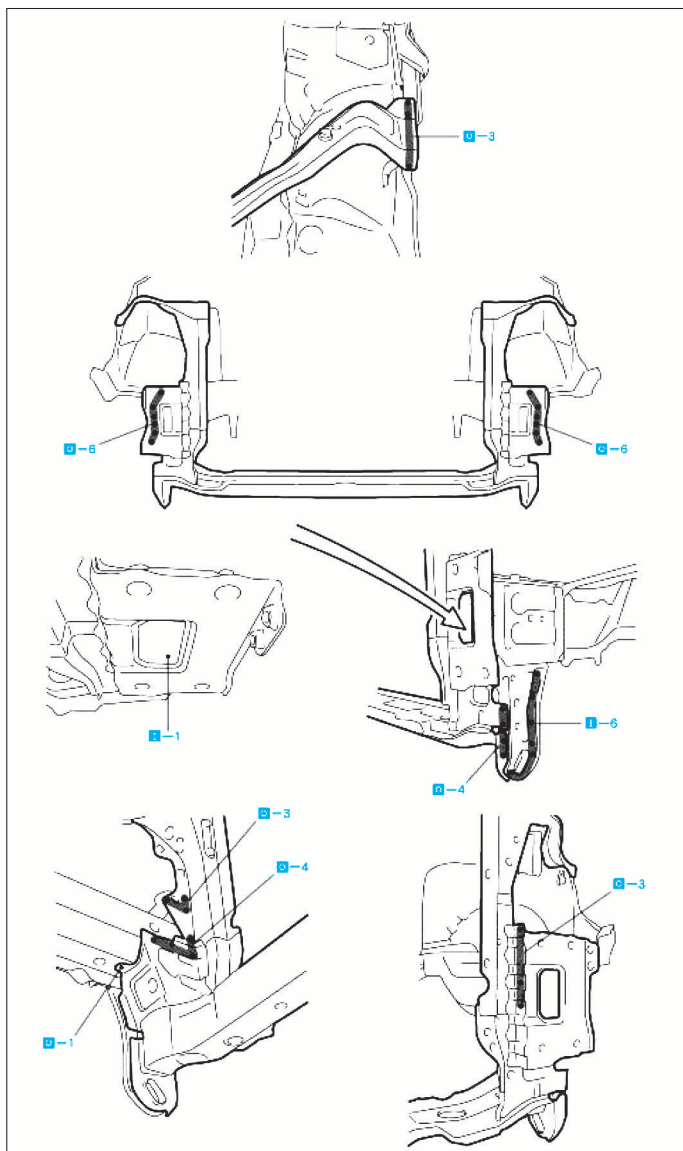

FIG. 6
- Après la soudure (Fig.6), appliquer de la mousse en polyuréthane sur les pièces correspondantes.